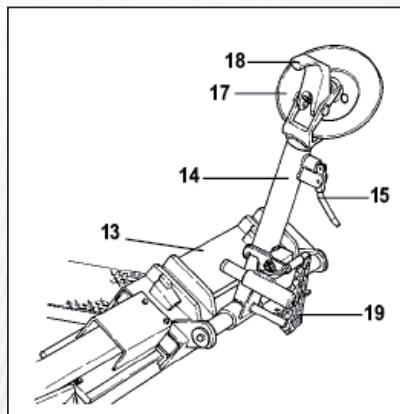

Рисунок 22
- 3) Убедитесь в том, что съемный рычаг находится с боковой стороны колеса. Если нет, нажмите на рычаг 19 (рис.22) и поверните его на 180°.
1) Установите кронштейн съемного рычага 14 (рис.22) в не рабочее положение. Подведите его к внешней стороне колеса и установите рычаг.
2) Вращайте колесо и одновременно вставляйте съемный рычаг 18 (рис.22) между ободом и бортиком, пока он не зафиксируется в этом положении.
7) Убедитесь в том, что съемный рычаг установлен на боковой стороне колеса. Если нет, нажмите на рычаг 19 (рис.22) и поверните его на 180°.
12) Рукояткой 19 (рис.22) поверните съемный рычаг на 180°.
21) Установите кронштейн съемного рычага 14 (рис.22) в рабочее положение.
3) Опускайте кронштейн зажимного устройства 14 (рис.22), пока оно не зафиксируется в нужном положении.
8) Отведите кронштейн съемного рычага 14 (рис.22) от обода. Отпустите рукоятку и установите кронштейн в не рабочее положение.
9) Нажмите на рычаг 19 (рис.22) и поверните лапку съемного рычага на 180°, которая при этом автоматически зафиксируется. Установите кронштейн в рабочее положение.